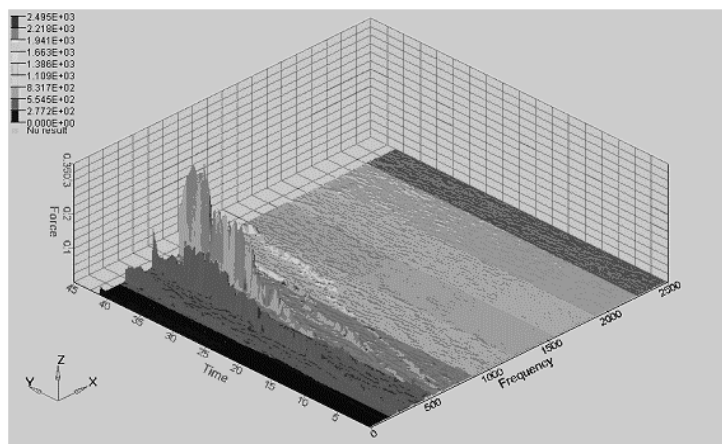

图 13-108 等高线云图
- (1) 单击 Curve Attributes () 按钮。
- (2) 确认 Surface 标签被激活。
- (3) 通过单击 () 按钮改变曲面的 Display mode 为片状。
- (4) 通过单击改变曲面 Transparent 为 Opacity。
- (5) 改变 Display mode 返回瀑布图作为一个阴影面。
- (6) 确认 Contour 选项被激活。
- (7) 在轴下拉菜单中选择 X 轴。
- (8) 为 Z 轴重复上述操作。结果如图 13-108 所示。